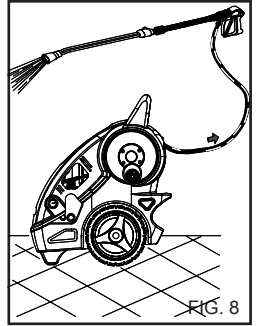

FIG. 8
Pida a su revendedor el catálogo de los detergentes que pueden ser utilizados según el tipo de lavado a realizar y del tipo de superficie a tratar. Después de usar un detergente, el circuito de aspiración del detergente tiene que ser aclarado con agua limpia (fig. 8).
- 1) Después de usar con detergente, aclare el circuito con agua A.P.: haga funcionar la bomba durante 1 minuto con el grifo de dosificación completamente cerrado. (fig. 8).
4) Después de usar con detergente, aclare el circuito con agua A.P.: haga funcionar la bomba durante 1 minuto con el grifo de dosificación completamente cerrado. (fig. 8).